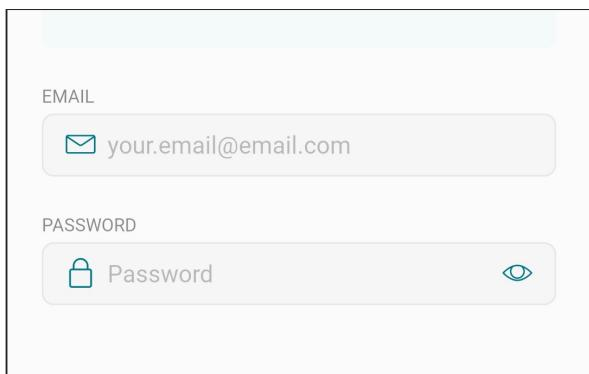

Figure 78. Connexion à l'appli mobile Raymote
- Ouvrez l'appli mobile Raymote et connectez-vous avec votre nom d'utilisateur et votre mot de passe, voir **Figure 78.**